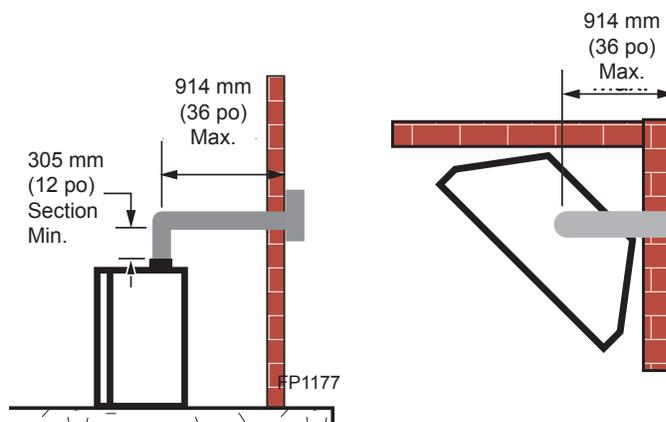

Figure 13 -
- Si une montée vertical 305 mm (12 po) avec un coude de 90 ° est raccordé immédiatement en haut de la première section 305 mm (12 po), la section horizontale maximale du conduit de ventilation avant la sortie ou une montée verticale est de 914 mm (36 po). (Fig. 13)
- Si un coude de 90 ° est utilisé dans la section horizontale de ventilation (hauteur de niveau conservée), la longueur horizontale du conduit de ventilation est réduite de 914 mm (36 po). (Fig. 13, 14) Cela ne s'applique pas si les coudes de 90 ° sont utilisés pour augmenter ou rediriger une section montante verticale. (Fig. 12)